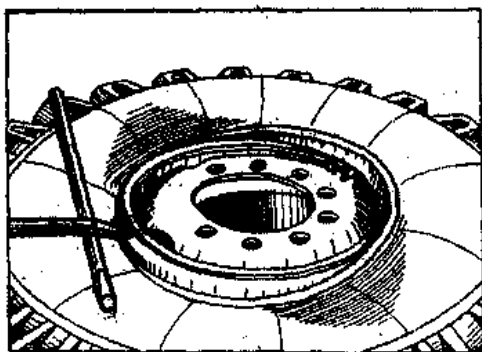

Рис. 44. Заведение борта шины в монтажный ручей обода
4. Для монтажа второго борта шины на обод встаньте на шину со стороны, противоположной вентилю, и утопите эту часть борта покрышки в монтажный ручей, при этом борт шины в зоне ограничителя должен находиться сверху над ободом. В случае затруднения, осадите часть борта шины за посадочную полку с помощью монтажных лопаток, как показано на рис. 44.